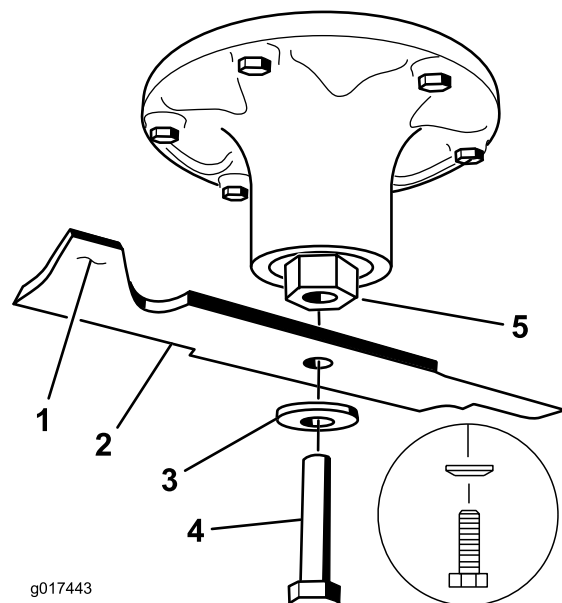

Figura 75
2. Retire del eje el perno de la cuchilla, la arandela curva y la cuchilla (Figura 75).